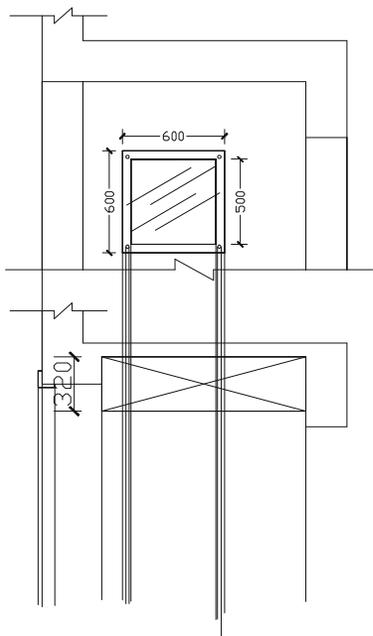

图 8-1-106
**STEP 01** 使用 TRIM 整理出局部的平面图，并使用绘制直线命令 LINE 绘制出立面图的边线如图 8-1-106 所示。